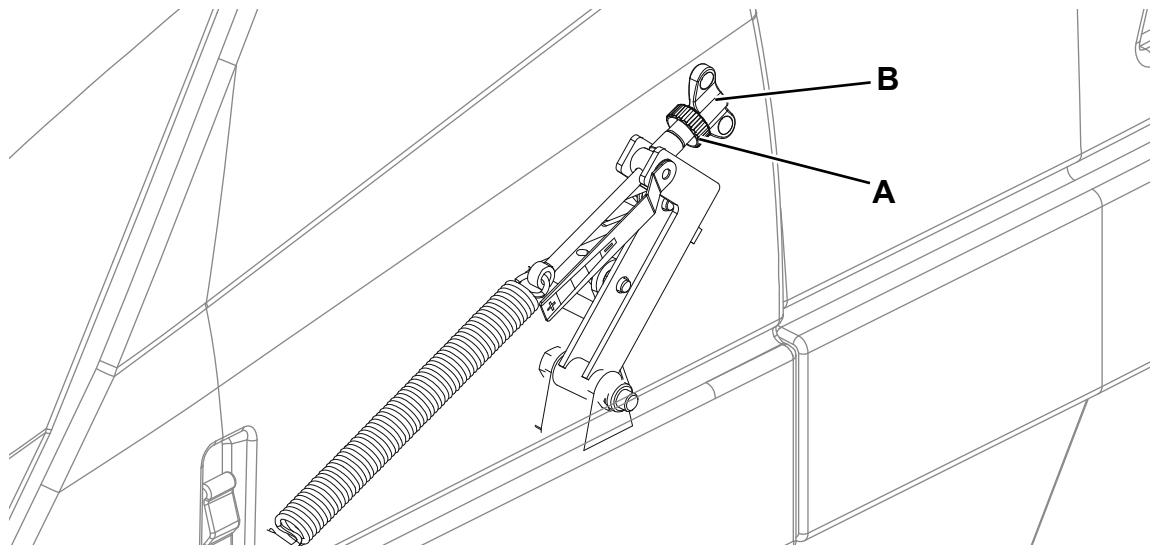

Abbildung 3
3. Zündschlüssel (64) drehen und Gerät einschalten.
4. Hauptkehrwalze mit dem Hebel (53) absenken und 1 Minute drehen lassen.
7. Zur Walzeneinstellung Entriegelungstaste (25) betätigen und Motorhaube (1) öffnen. Drehknopf (A, Abb. 3) lösen und Flügelmutter (B) zur Einstellung der Hauptkehrwalze drehen: